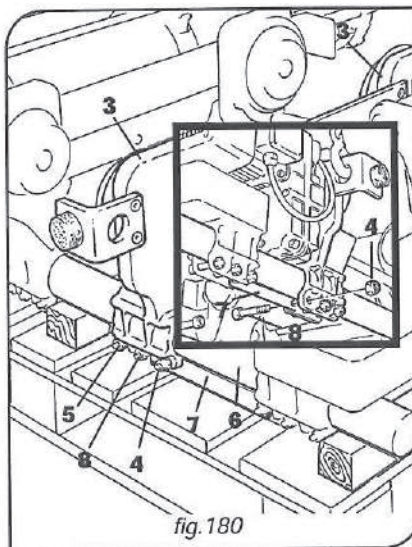

fig.180
- De modo que la plancha -3- del lado de contrapeso pueda deslizarse libremente sobre las barras -6- remover de los estribos -5- los distanciales -7- desatornillando completamente las tuercas -4- y sacando los tornillos -8- (fig. 180)